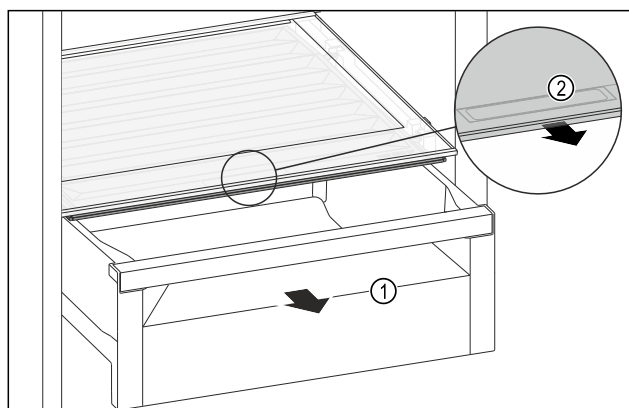

Fig. 84
- ▶ Wyciągnąć szufladę Fig. 84 (1).
- ▶ Chwycić uchwyt wpuszczany Fig. 84 (2) na pokrywie komory i pociągnąć pokrywę jednocześnie do przodu.